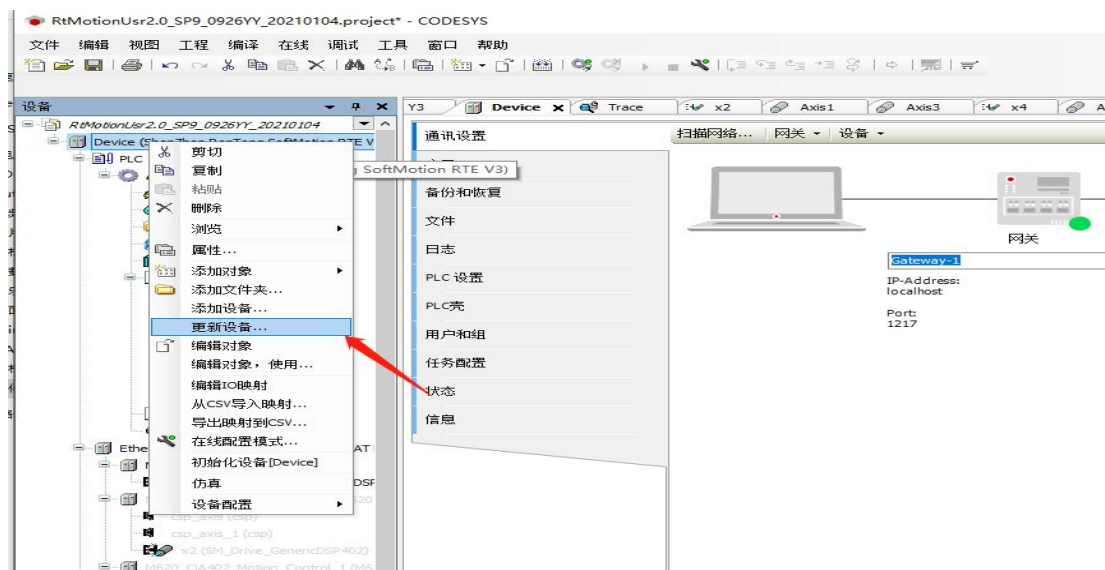

图 2-6-15 CodeSys 工程更新设备
12、将当前设备更改为“ShenZhen RenTong SoftMotion RTE V3”，如图 2-6-15；